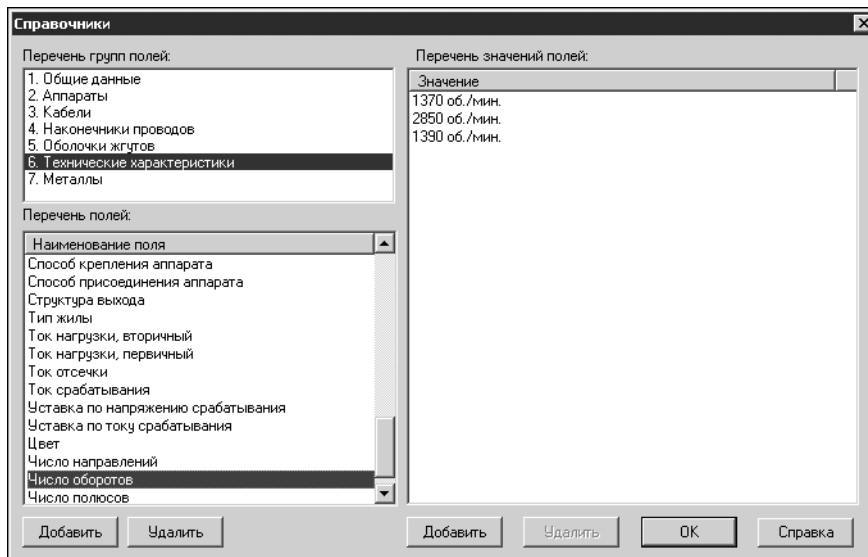

Рис. 5.1. Диалог **Справочники**
1. Чтобы начать работу со справочниками, вызовите команду **Сервис — Справочники**. На экране появится диалог **Справочники** (рис. 5.1, табл. 5.1).
Вы можете добавлять и удалять поля. Эти операции производятся в диалоге **Справочники** (см. рис. 5.1).
Вы можете добавлять и удалять значения полей. Эти операции производятся в диалоге **Справочники** (см. рис. 5.1).